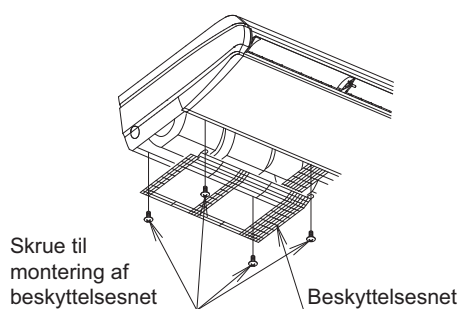
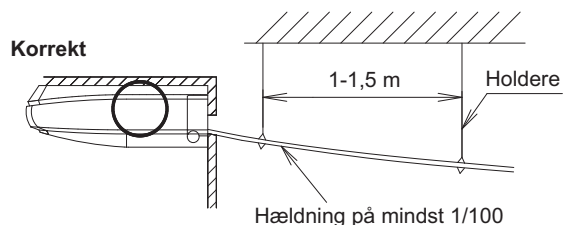
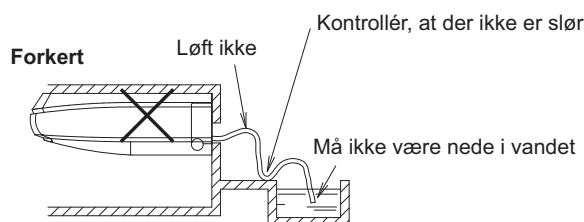

Fig. 22
Fig. 23
Fig. 24
- Når man fører drænrør i venstre bag/venstre side, skal man afmontere beskyttelsesnettet. Tag derefter aftapningsproppen og isoleringsmaterialet af drænmuffen i venstre side og sæt det på drænmuffen i højre side. Her skal man sørge for at sætte drænmuffens prop helt i for at hindre vandlækage. Efter montering af drænslangen (1) (tilbehør) skal man montere beskyttelsesnettet i omvendt rækkefølge af afmonteringen. (Se **fig. 22**)
- Rørdimensionen skal være lig med eller større end den på drænslangen (1) (tilbehør) (pvc-rør med en nominal diameter på 20 mm, udvendig diameter på 26 mm).
- Drænrøret bør være kort med en hældning på 1/100 eller mere for at undgå, at der dannes luftlommer. (Se **fig. 23** og **fig. 24**)
- Montér holdere i en afstand af 1 til 1,5 m, så slangen ikke bøjes ned. (Se fig. 23)